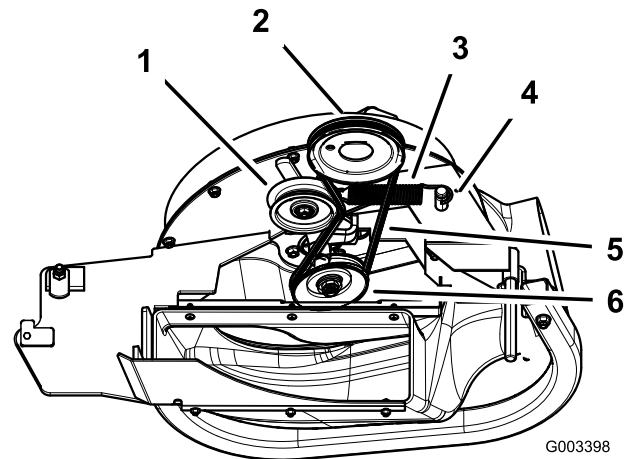

Figure 14
- Sur les plateaux de 152 et 183 cm, chaussez la courroie sur la poulie de ventilateur (Figure 14).